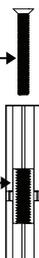

Fig. 24
4. Fije los postes de soporte al **riel inferior** utilizando el perno de cabeza plana T-25 M6 suministrado, como se muestra en la Fig. 24.